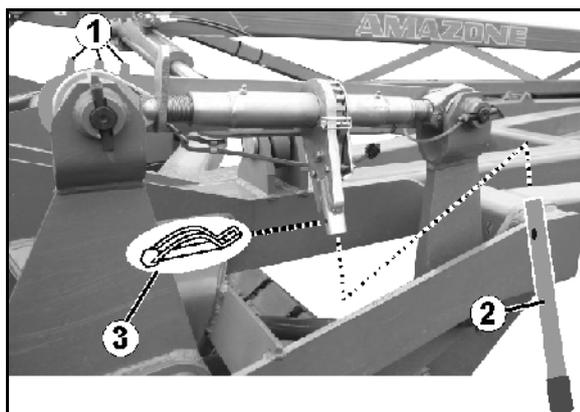

Fig. 56
L'échelle graduée (Fig. 56/1) est très utile pour régler les broches sur la même longueur.
2. Fixer la poignée (Fig. 56/2) à l'aide du esse d'essieu (Fig. 56/3) sur le cliquet (Fig. 56).